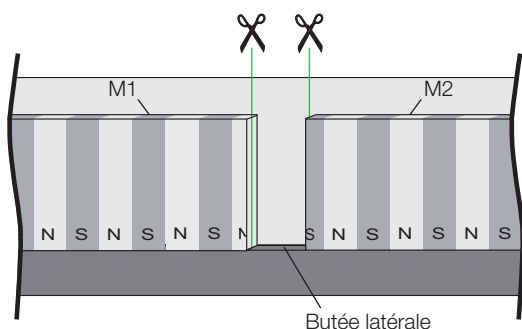
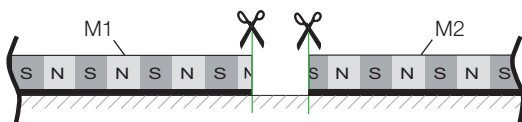
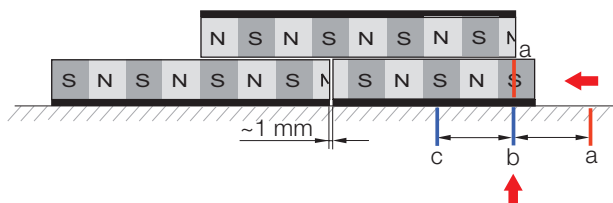

Fig. 4-8: Vue de dessus des bandes magnétiques
Fig. 4-9: Vue de côté
Fig. 4-13: Positionnement de la bande magnétique raccourcie
i Les dimensions indiquées dans les Fig. 4-8 à Fig. 4-13 se rapportent à une bande magnétique de 5 mm de largeur de pôle. Dans le cas d'une largeur de pôle de 10 mm, les dimensions indiquées doivent être doublées.
i Sectionner de manière droite les deux extrémités des bandes magnétiques au niveau du joint (Fig. 4-8 et Fig. 4-9) !
1. La bande magnétique M1 est déjà collée. Fixer une butée latérale au point de jonction, afin de pouvoir positionner la bande magnétique M2 en série avec précision (Fig. 4-8).
8. Poser la bande magnétique auxiliaire sur la bande adhésive M1, puis les amener dans une position stable et les fixer à l'aide d'une bande adhésive (Fig. 4-13).
9. Glisser la bande magnétique M2 raccourcie contre le joint jusqu'à ce que le marquage (a) de la bande magnétique soit affleurant au marquage (b) ou (c) de la partie machine (Fig. 4-13). A présent, la bande magnétique auxiliaire doit uniquement avoir une position stable, dans laquelle elle s'engage. Décaler éventuellement la bande magnétique M2 quelque peu vers la gauche ou vers la droite, afin de trouver la position présentant la plus grande force d'attraction.